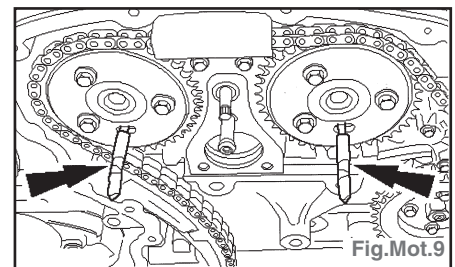

Fig.Mot.9
- Insérer les forets de 6 mm dans les orifices des pignons d'arbre à cames et serrer les vis de fixation de pignons d'arbre à cames avec les doigts (Fig. Mot.9).